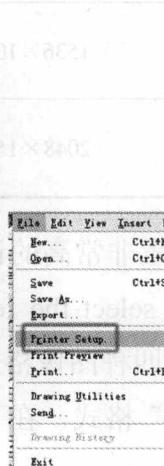
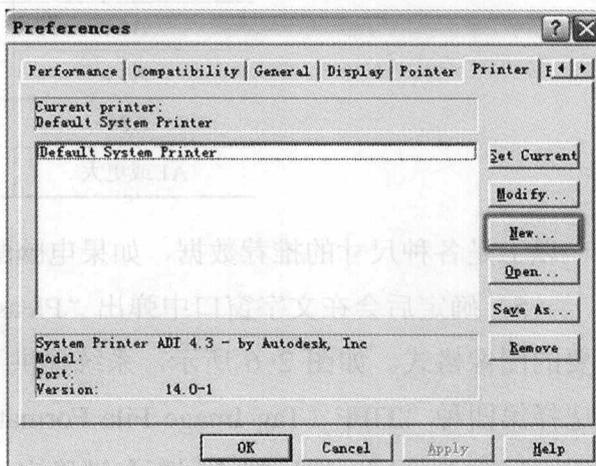
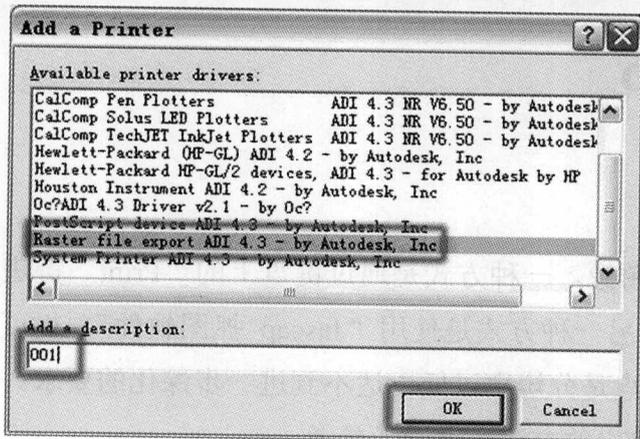

图 2-2
图 2-3
图 2-4
(2) 如图 2-2 所示在【文件】菜单下点击【打印设置】（Printer Setup）键，进行设置，会弹出如图 2-3 所示的【属性】（Preferences）对话框，单击【新建】（New）键，弹出如图 2-4 所示的【添加打印机】（Add a Printer）对话框，新建一个系统打印机。在【添加打印机】对话框中选择“Raster file export ADI 4.3-by Autodesk, Inc”项，在下面的“Add a description”项中输入 001，为新建的系统打印机命名为“001”，然后单击“OK”，退出该对话框。